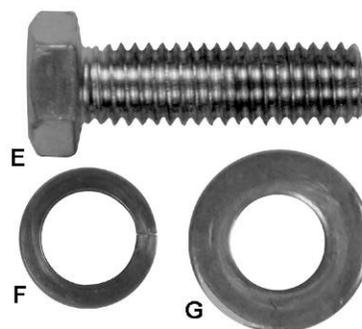

Рис. 5
3. Снимите *транспортную скобу* (D), которая крепит *блок переключателя* (Е) к столу. Не выбрасывайте скобу (D), так как она будет использоваться для установки переключателя.
4. Выкрутите оставшийся *винт с шестигранной головкой, стопорную и плоскую шайбы* (F, Рис. 5) с торца стола.
5. Установите *крышку двигателя* (G), вставив *штыри* (H) крышки в *петли* на тумбе.
6. Потяните *защелку* (J), закройте крышку, затем отпустите защелку.
**Крепеж и детали:** (6) Болтов 7/16"x1-1/2", (6) Стопорных шайб 7/16", (6) Плоских шайб 7/16" и (2) Расширения стола
1. Прикрутите левое *расширение* (A) к *столу* (B) с помощью трех *винтов* (E), *стопорных шайб* (F) и *плоских шайб* (G). Закрутите винты так, чтобы расширение можно было регулировать. Не затягивайте винты полностью.
2. Отрегулируйте расширение в горизонтальной плоскости таким образом, чтобы его передний край встал вровень с передним краем стола (C). Затем с помощью поверочной линейки отрегулируйте расширение в вертикальной плоскости так, чтобы его поверхность встала вровень с поверхностью стола.
4. Выкрутите крепежные детали (Рис. 5) с правой стороны стола, затем аналогичным образом установите правое расширение стола.